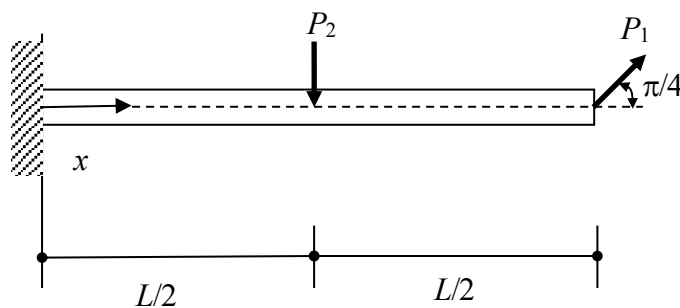
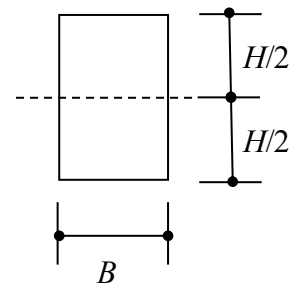

Fig. 1
Fig. 2
〔1〕 図1のような荷重 P_1 , P_2 を受ける長方形断面片持ちばりの固定境界 ($x=0$) 上での材軸方向垂直応力を調べると、はり上面で 6σ 、下面で -2σ (ここに $\sigma>0$) であった。図2にはりの断面を示す。以下の問(1)~(3)に答えよ。ただし、引張応力を正の値とする。
(1) P_1 及び P_2 を σ , B , H および L を用いて表せ。
(2) はりに生じる材軸方向垂直応力の最大値および最小値を求めよ。ただし $L>H$ である。
Consider a cantilever beam with the rectangular cross-section shown in the Fig. 1. Normal axial stresses on the upper and lower faces are 6σ and -2σ (where $\sigma>0$), respectively, at the fixed end ($x=0$). Fig. 2 shows the cross section of the beam. Answer the following questions (1) – (3), where a tensile stress is indicated as a positive value.
(1) Express P_1 and P_2 in terms of σ , B , H and L .
(2) Find the maximum and minimum normal axial stresses of the beam, where $L>H$.